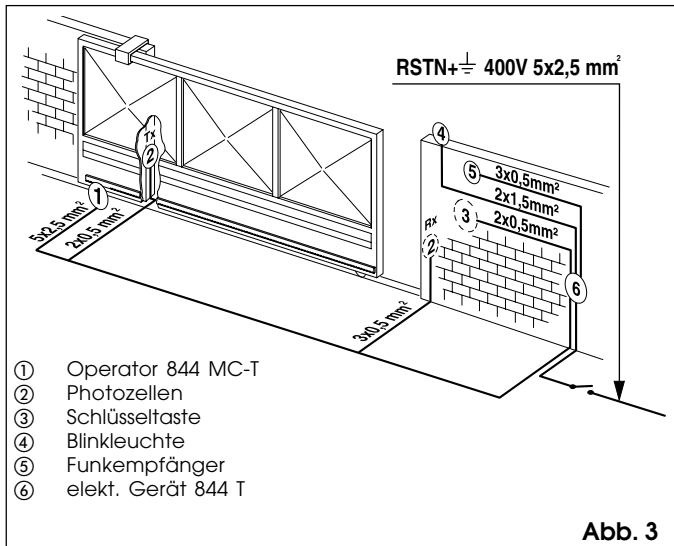

Abb. 3
- 4) Die Stromkabel für den Anschluß des Zubehörs und die Stromversorgung gemäß Abb.3 verlegen. Um die Anschlußarbeiten zu erleichtern, sollten die Kabel ca. 45 cm über die Öffnungen der Grundplatte überstehen (Abb.5-6 Bezug ①).
Unter Beachtung der Anweisungen in Abb. 3 sind die Kabelführungen und die elektrischen Anschlüsse des elektronischen Geräts 844 T mit dem entsprechenden Zubehör auszuführen.